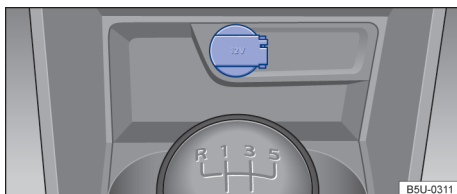

Fig. 137 No console central dianteiro: tomada 12 V.
- No console central dianteiro → Fig. 137.